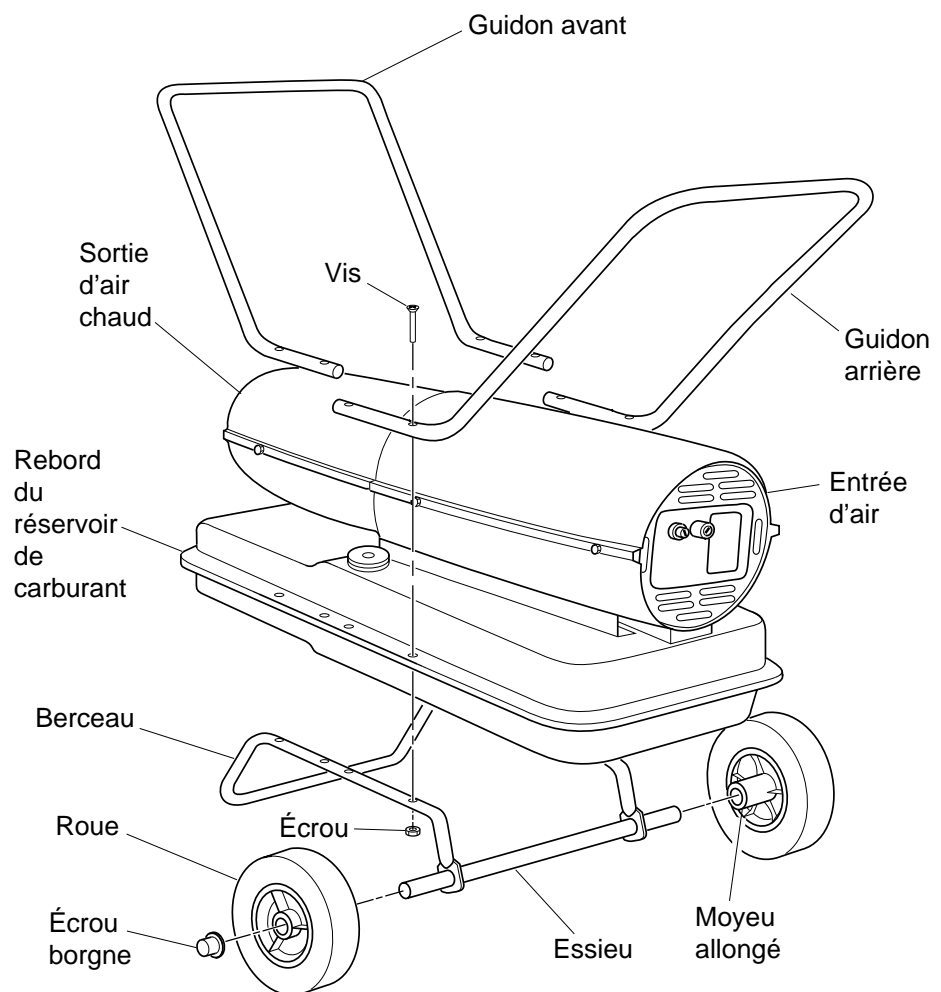

Figure 2 - Montage des roues et des guidons
**IMPORTANT :** Installer les roues avec le côté allongé du moyeu tourné vers le berceau (voir figure 2).